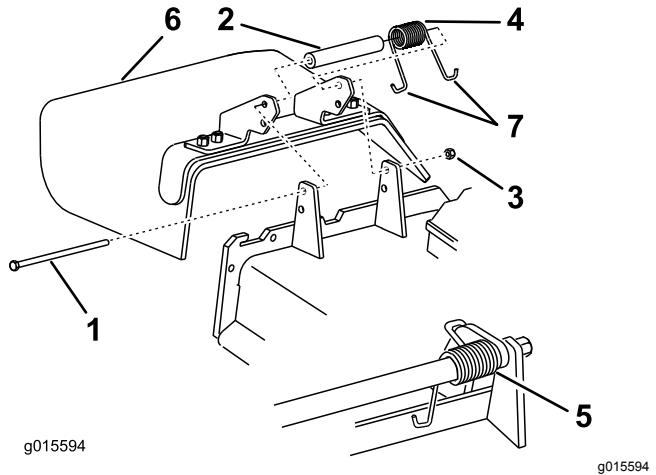

Bild 93
1. Entfernen Sie die Sicherungsmutter, Schraube, Feder und das Distanzstück, mit denen das Ablenkblech an den Drehhalterungen befestigt ist (Bild 93).
Hinweis: Achten Sie darauf, dass ein J-Hakenende der Feder hinter der Mähwerkkanze befestigt ist, bevor Sie die Schraube einsetzen, wie in Bild 93 abgebildet.
6. Führen Sie das J-förmige Hakenende der Feder um das Ablenkblech (Bild 93).